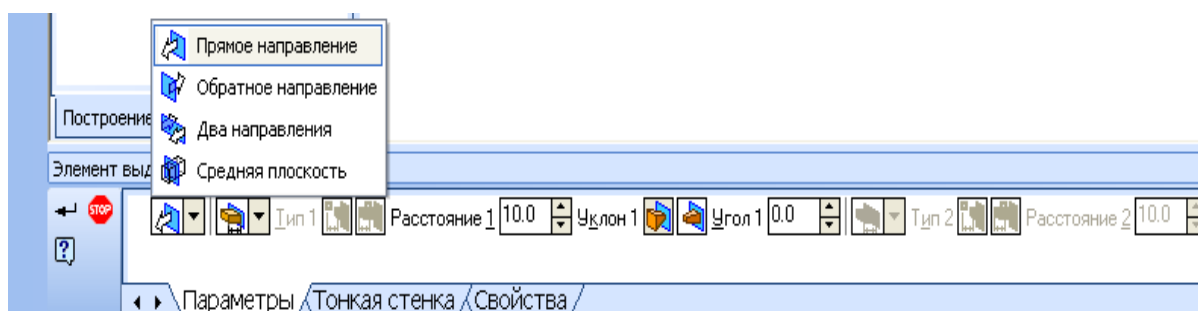

Рис. 3.41. Установка параметров выдавливания в панели **СВОЙСТВ**
4. Устанавливают параметры выдавливания на панели **СВОЙСТВ** (рис. 3.41). Для этого: